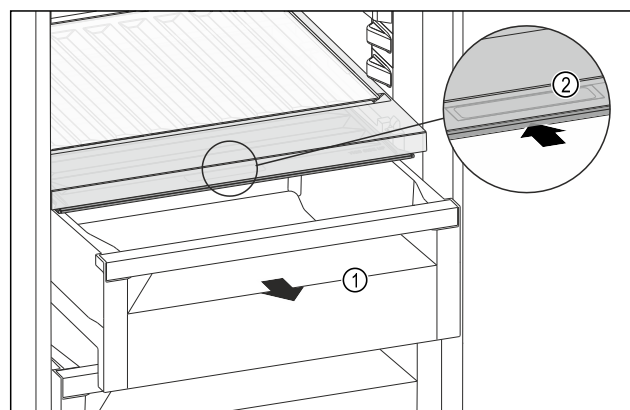

Fig. 87
- ▶ Zásuvku Fig. 87 (1) vytáhněte.
- ▶ Uchopte prohlubeň pro rukojeť Fig. 87 (2) na víku zásuvky a současně zasuňte víko zásuvky směrem dozadu.